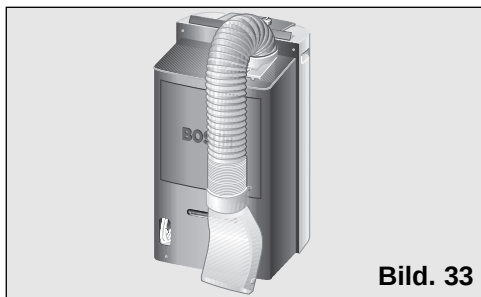

Bild. 33
- ☐ För att göra detta böjer Du röret mot apparatens baksida och fäster det vid apparaten med den speciella hållare som finns på luftspidaren, **Bild 33** och **34**.